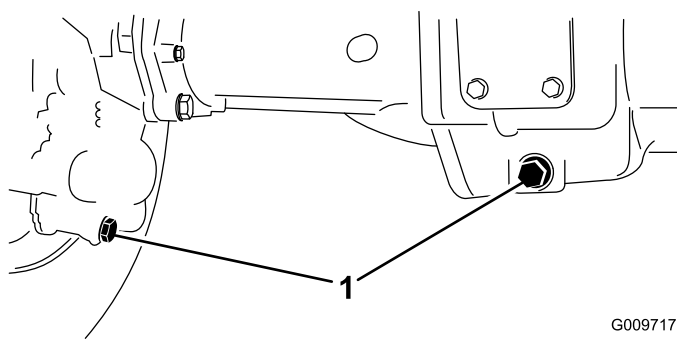

図 46
2. ドレンプラグ 図 46 左右端に個と中央に個、全部で3個あるの周辺をきれいに拭く。